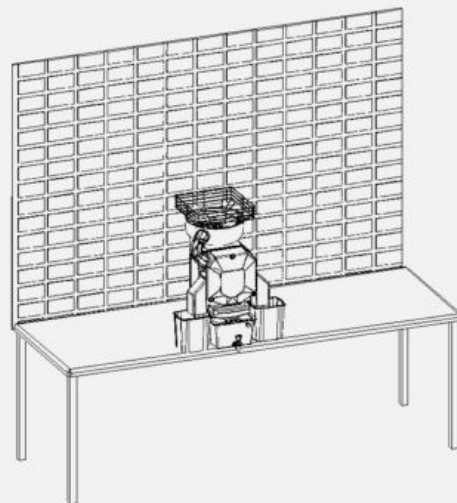

Рисунок 1
- Очень важно чтоб оборудование было установлено на ровной поверхности. (Рисунок 1)
- ✓ Очень важно чтобы оборудование было установлено на ровной поверхности. (Рисунок 1)